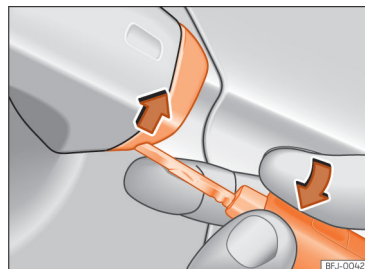

Fig. 55 Manípulo da porta do condutor: soltar a tampa fazendo alavanca.
- Introduza o palhetão na abertura inferior da tampa do manípulo da porta do condutor e retire a tampa de baixo para cima »» Fig. 55.